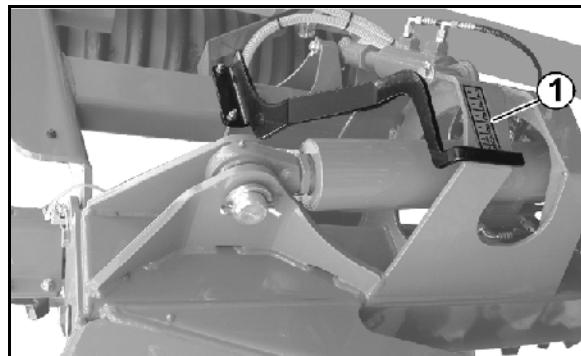

Fig. 37
- Arbejdsdybden indstilles hydraulisk ved hjælp af skalaen (Fig. 37/1).